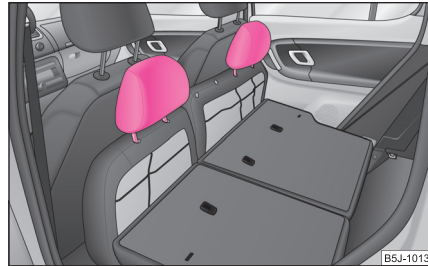

Abb. 55 Rücksitze: Kopfstützen in Rücksitzflächen
- Die Kopfstützen können in die entsprechenden Öffnungen der vorgeklappten Rücksitzflächen eingesteckt werden ⇒ Seite 62, Abb. 55.